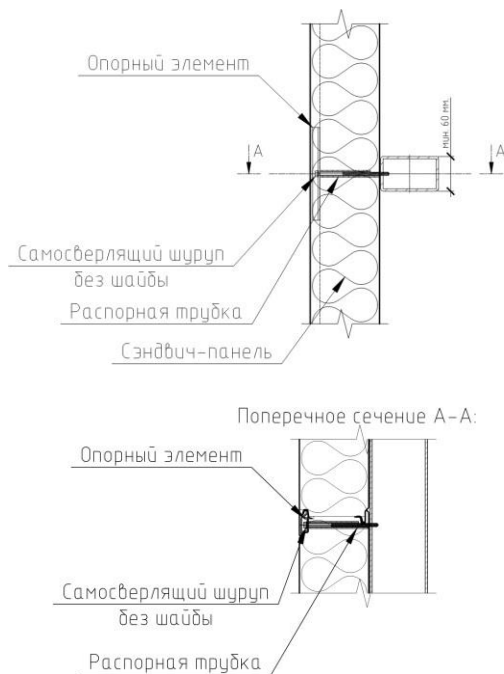

Рис. 3. *Монтаж стеновых панелей со скрытым креплением*
4. При монтаже стеновых панелей со скрытым креплением (панели Frontbase WP AESTHETIC) крепеж к прогону осуществляется одним самосверлящим шурупом без шайбы по ширине панели (см. рис.3)